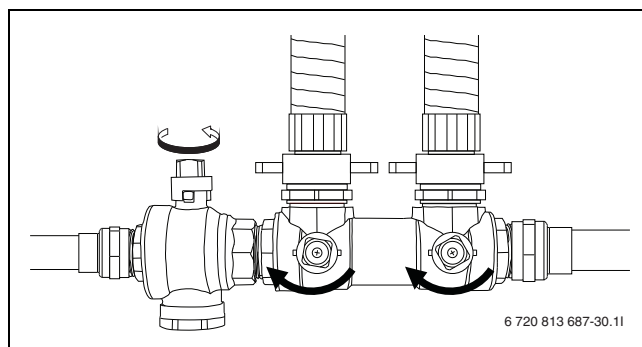

Bild 17 Påfyllnadssatsen i tryckhöjningsläge
- ▶ När urluftningen är klar ska kretsen trycksättas. Vrid ventilerna på påfyllnadssatsen till tryckhöjningsläge och trycksätt kretsen till 2,5 - 3 bar (→ Bild 17).